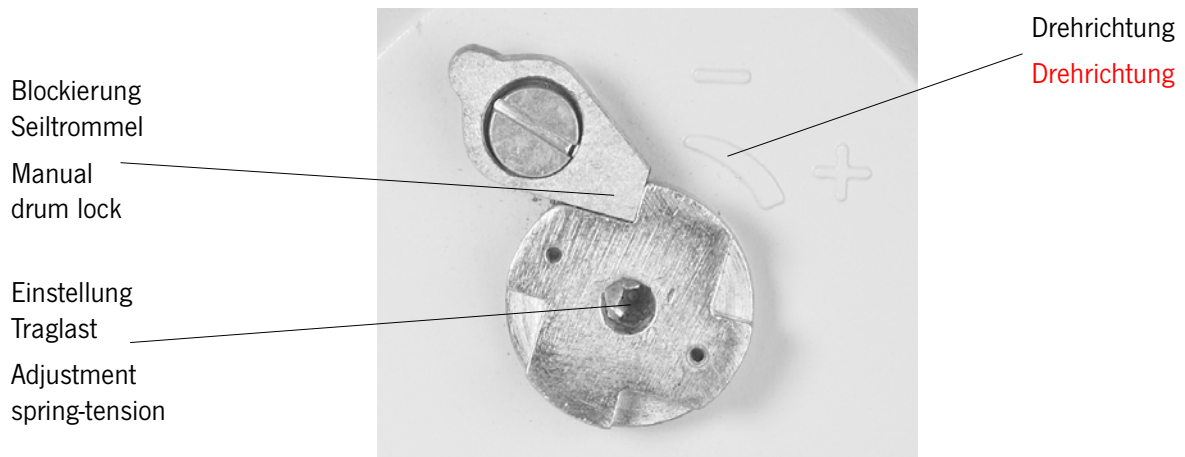

Fig. 8
1. Le verrouillage manuel du tambour est enclenché (Fig. 8).
- Pour déverrouiller le tambour, soulever la boucle d'arrêt (11), faire pivoter le
cliquet (8) de 30° dans le sens inverse des aiguilles d'une montre et laisser s'enclencher (Fig. 6 / Fig. 8).